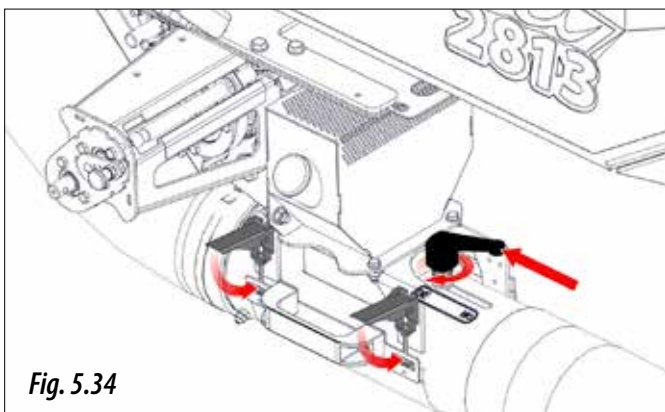

Fig. 5.34
**4.A.5-** După ce a căzut produsul, închideți capacul injectorului venturi, așezați maneta de calibrare în poziția „OK” și blocați-o (Fig. 5.34).